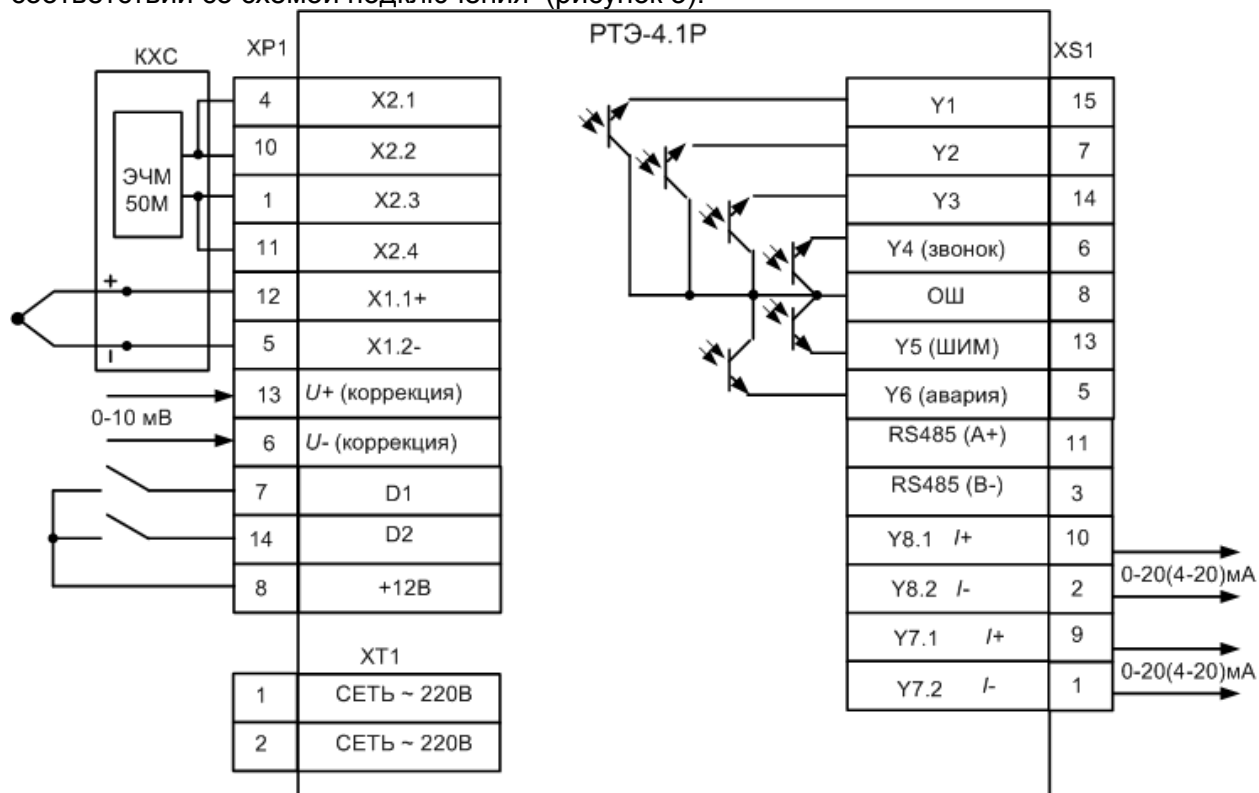

Рисунок 3
- подключить соединительные провода к колодкам соединительным ХТ1, ХР1 и ХS1 в соответствии со схемой подключения (рисунок 3).